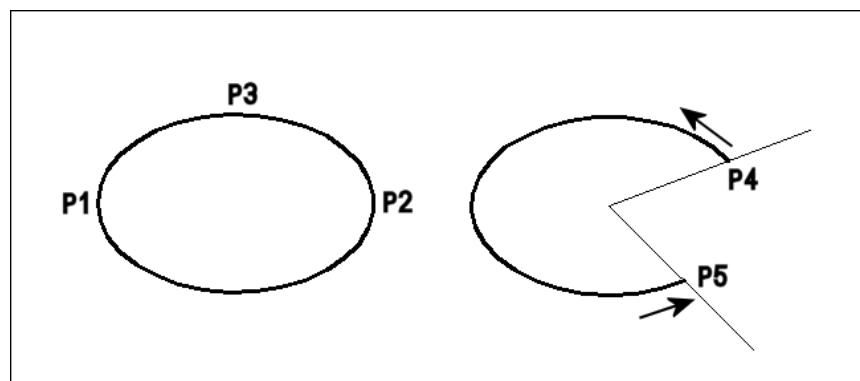

Fig.4.34
- ① Sélectionner l'option **Arc** de la commande **Ellipse** ou cliquer sur l'icône **Arc elliptique** (Elliptical Arc) du groupe de fonctions **Dessin** (Draw).
- ② Pointer les 3 extrémités des axes de l'ellipse : P1, P2 et P3.
- ③ Pointer la direction de l'angle de départ : P4.
- ④ Pointer la direction de l'angle d'arrivée : P5 (fig.4.34).